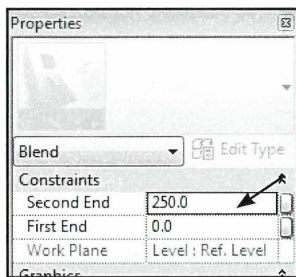

Fig. 04.46. Højden af objektet ses i Properties under Second End.
- I *Properties* kan du bestemme højden af objektet i *Second End* (Fig. 04.46), som virker på samme måde som *Extrusion End*, da vi arbejder med *Extrusion* (se side XX).